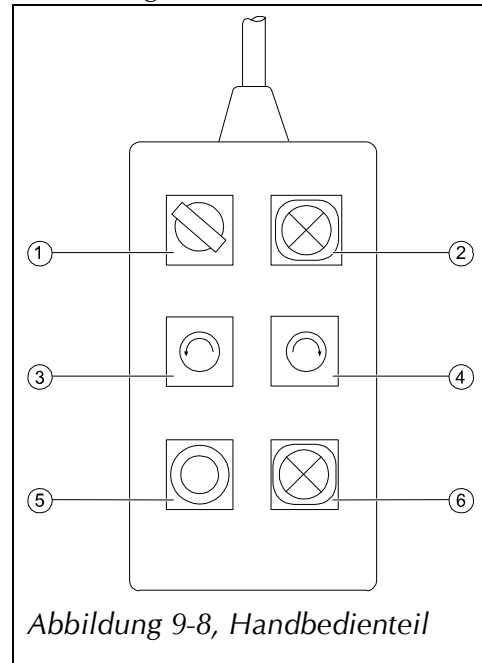

Abbildung 9-8, Handbedienteil
- 2) Den Handbedienteil, siehe Abbildung 9-8, an die Steckdose am Auflieger anschließen. Dies ist sowohl an der Stirnseite als auch an der Heckseite möglich.